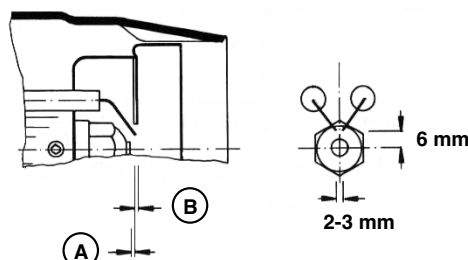

Abb. 3: Abstand Düse/Stauscheibe, Positionierung der Zündelektroden
- Mischkopf wieder auf dem Düsenhalter befestigen. Abstand Düse/Stauscheibe und Positionierung der Zündelektroden kontrollieren (Abb.3).